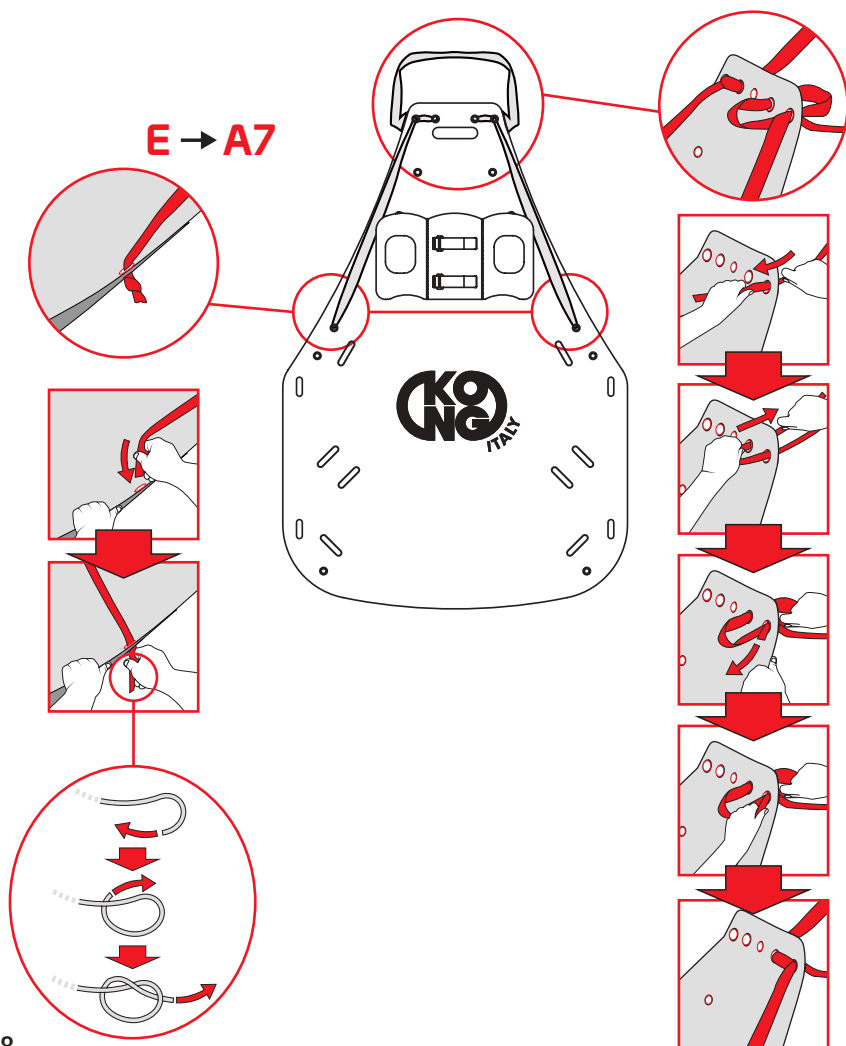

Abb. 8
- a) die Schlinge (E) in die Löcher A7 der Liegefläche einsetzen (Abb. 8).